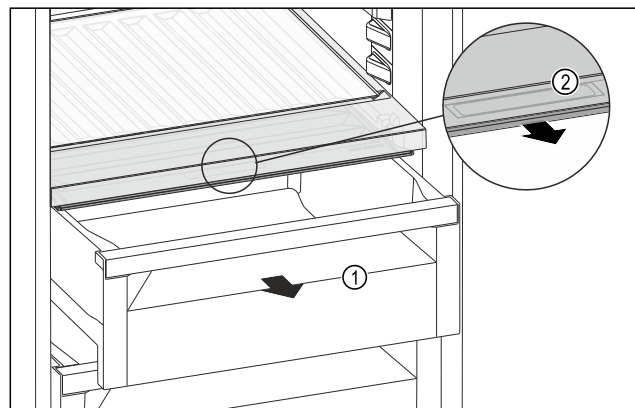

Fig. 186
- ▶ Schubfach Fig. 186 (1) herausziehen.
- ▶ Griffmulde Fig. 186 (2) am Fachdeckel anfassen und Fachdeckel gleichzeitig nach vorne ziehen.